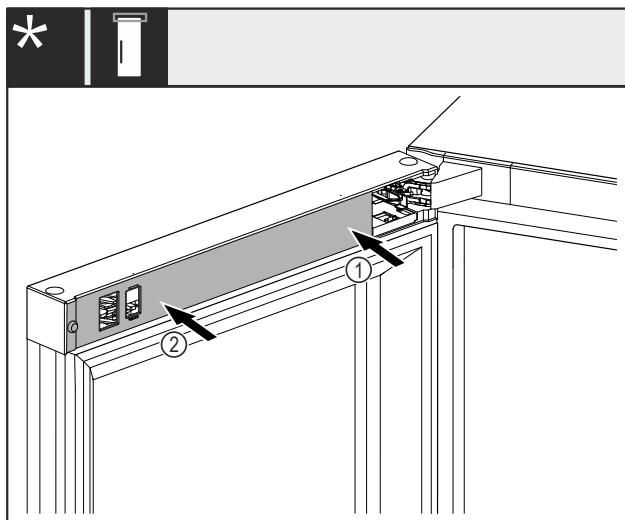

Fig. 41 *
- Abdeckung *Fig. 41 (1)* zuerst an der Lagerbockseite aufsetzen und einrasten.*
- Abdeckung *Fig. 41 (2)* an der Aussenseite aufsetzen und einrasten.*